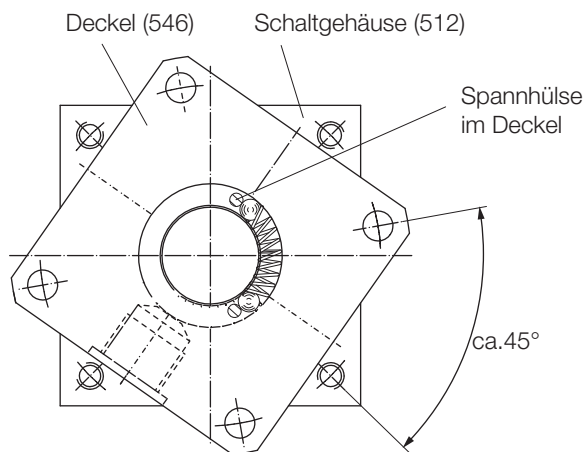

Bild 1: Schaltgerät - Entspannen der Rückstellfeder
Vor dem Abnehmen des Deckels (546) ist die Rückstellfeder (544) zu entspannen. Dazu muss der Deckel (546) auf dem Schaltgehäuse (512) aufliegend zunächst gegen den Uhrzeigersinn um ca.45° gedreht werden (siehe Bild 1: Schaltgerät - Entspannen der Rückstellfeder).